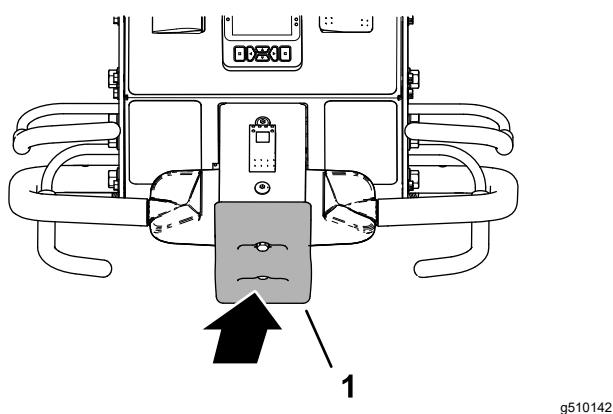

Figura 36
- Tenendo in posizione la barra di presenza dell'operatore e il comando di trazione, fate entrare in contatto con un ostacolo l'interruttore di arresto per presenza di dossi (Figura 36).